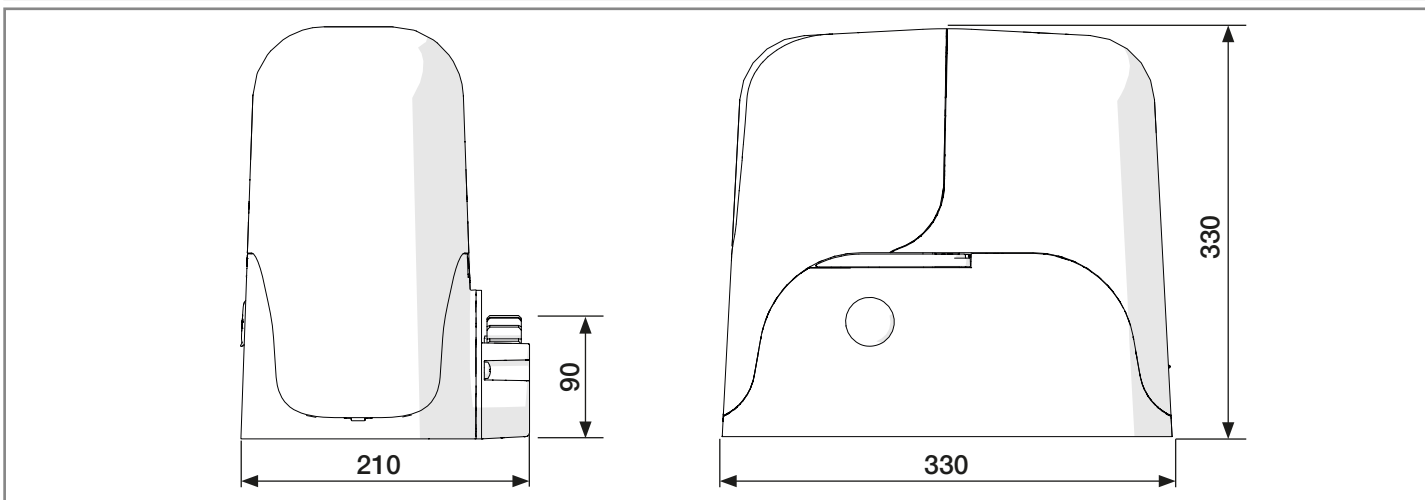

Fig. 2 IT - Installazione tipica
Na rys.2 przedstawiono tytułem przykładu typowy sposób instalacji:
- W przypadku uszkodzeń lub braku zasilania: W oczekiwaniu na interwencję Państwa instalatora lub na powrót energii elektrycznej, jeśli instalacja nie jest wyposażona w baterię rezerwową, system automatyki może zostać uruchomiony jako urządzenie niezautomatyzowane. W tym celu należy przeprowadzić odblokowanie ręczne (rys.2).
Odblokowanie i przesuw ręczny: przed wykonaniem tej czynności, należy zwrócić uwagę na fakt, iż odblokowanie może mieć miejsce tylko wtedy, gdy skrzydło jest nieruchome (rys.2).